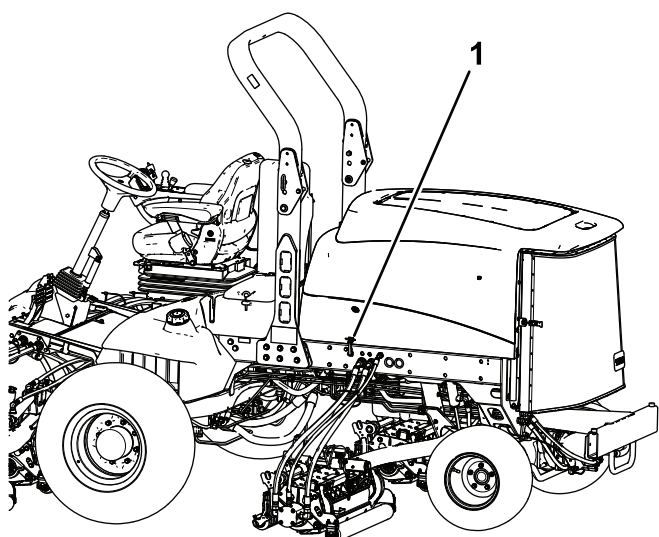

Figura 47
1. Rilasciate i fermi (Figura 47) e il perno del cofano e apritelo.